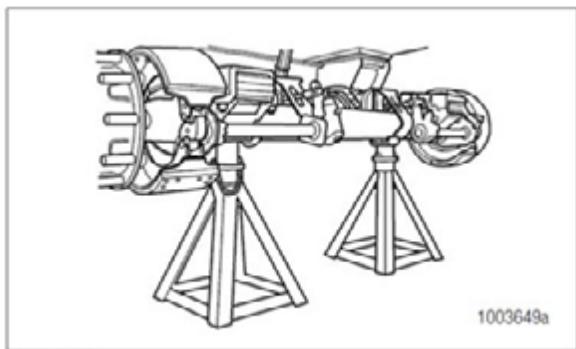

Figura 5.10
1. Levante o reboque até que os pneus fiquem fora do chão. Coloque os suportes de segurança sob a estrutura do reboque ou sob cada assento de mola de seu eixo. Não apoie o veículo apenas com macacos. Figura 5.10.